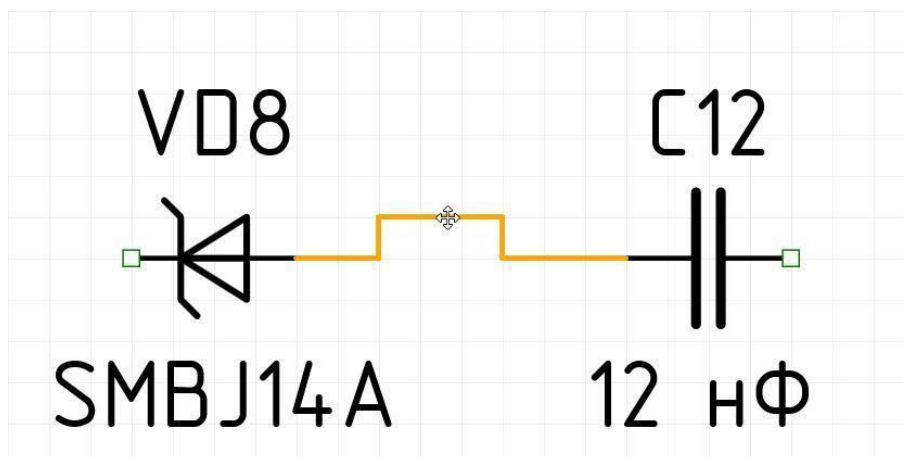

Рис. 452. Выбор всего проводника
3. При повторном нажатии левой кнопки мыши проводник будет выбран целиком, см. Рис. 452. Следующее нажатие левой кнопки мыши приведет к тому, что у цепи будет выбран только тот сегмент, на котором установлен курсор.